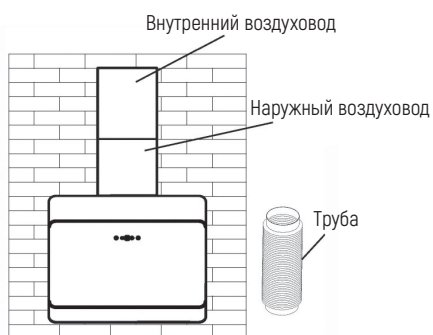

Рис. 4
7. Затем прикрепите внешний воздуховод к стене. Как показано на рис. 4.